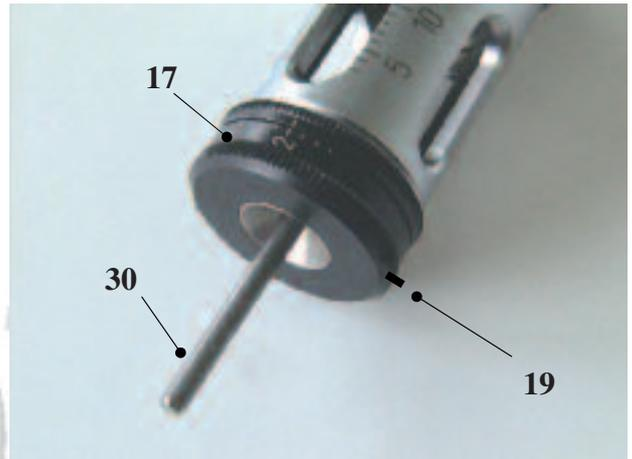

Fig. 21
- Serrer légèrement la vis **noire (19)**.
- Tourner la bague de centrage (17), pour ouvrir au maximum les mâchoires de centrage (25) et engager la pige de calibrage (30). Tourner alors la bague de centrage (17) pour fermer les mâchoires de centrage contre la pige de calibrage (30), Fig. 21.
- Desserrer la vis (19) (**noire**) et tourner la bague de centrage (17) dans le sens horloge jusqu'à un diamètre de 2,0 mm.
- Resserrer la vis (19) (**noire**) et retirer la pige de calibrage (30).